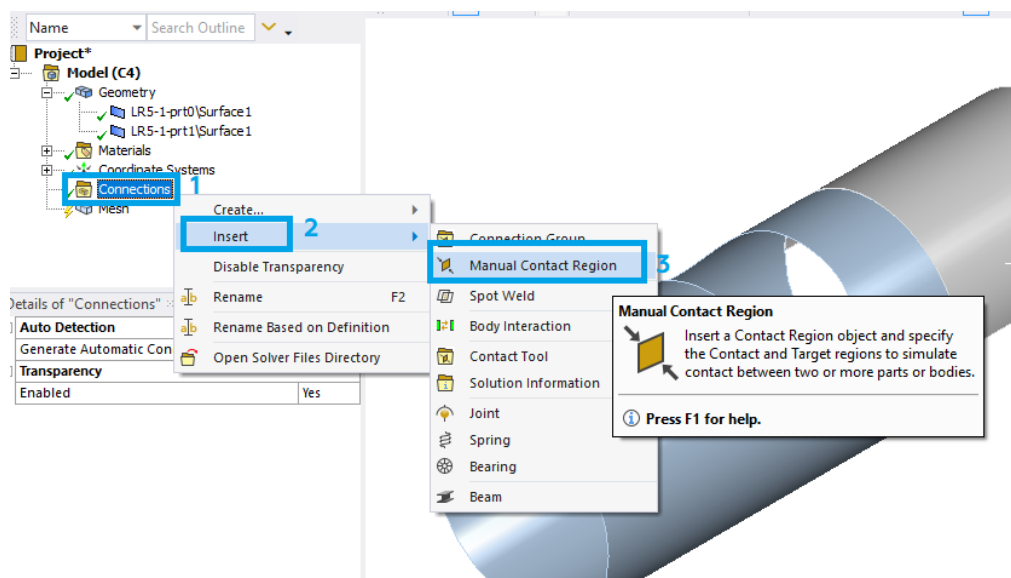

Рис. 18. Создаем контактный регион
15.3. Зададим контактные регионы (рис. 18):
– жмем ПКМ на **Connections** (1) – **Insert** (2) – **Manual Contact Region** (3) и задаем контактные области между двумя сегментами;